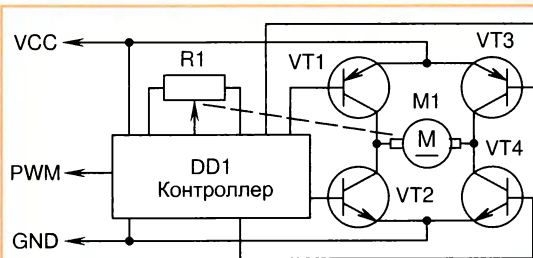

Рис. 4
13. Ответ — 0. На рис. 4 приведена типовая структурная схема сервопривода, аналогичного SG90. Транзисторы VT1—VT4 образуют так называемый H-мост. Через него по сигналам от контроллера DD1 на двигатель постоянного тока M1 подаётся питание положительной или отрицательной полярности. Следовательно, вал двигателя крутится по или против часовой стрелки. В системе имеется датчик положения, выполненный на переменном резисторе R1, который физически связан с валом двигателя. Через него организуется обратная связь, позволяющая контроллеру формировать сигналы, перемещающие вал, а значит, и резистор, на строго определённый угол.
13. Ответ — 0. На рис. 4 приведена типовая структурная